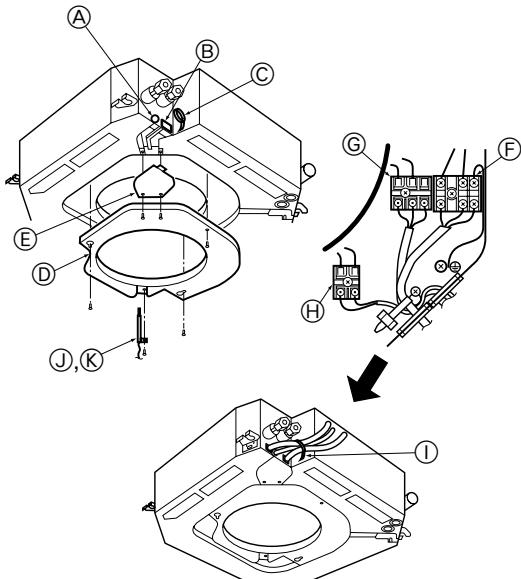

Fig. 4-1
4.1. Binnenapparaat (Fig. 4-1)
- **Een stroombreker zonder zekering (NF) of een aardlekschakelaar (NV) selecteren.**